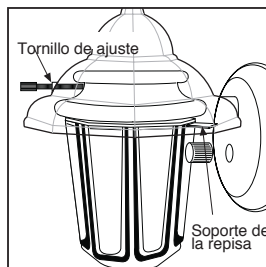

Figura 7
f. Para las unidades con vidrio y tornillo de ajuste delantero, afloje cuidadosamente el tornillo, quite el vidrio y coloque la bombilla. Vuelva a unir el vidrio cuidadosamente, ajustando la parte trasera de éste en los soportes de las repisas. Fije el vidrio con los tornillos de ajuste. Fíjese que el tornillo de ajuste y el soporte de la repisa estén a distintos niveles en el vidrio cóncavo (ver la figura 7).